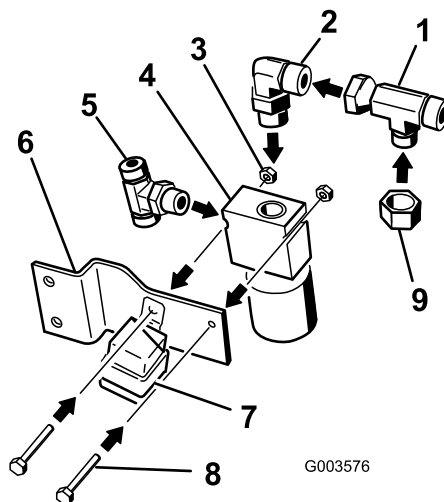

図 11
1. 各フィッティングを図に示されているように取り付ける。バルブの側部に T字フィッティングを取り付ける。T字フィッティングの正しい位置については 図 11 を参照のこと。
2. バルブの上部 に小さい 90度エルボを取り付ける (図 11)。
3. 90度エルボに T 字アダプタを取り付ける。T字フィッティングの正しい位置については 図 11 を参照のこと。
4. T 字アダプタにキャップを取り付ける (図 11)。
6. バルブをを、バルブブラケットに取り付ける；ボルト2本 (1/4 x 1-3/4 インチ) とロック2個 (1/4 インチ) を使用する (図 11)。